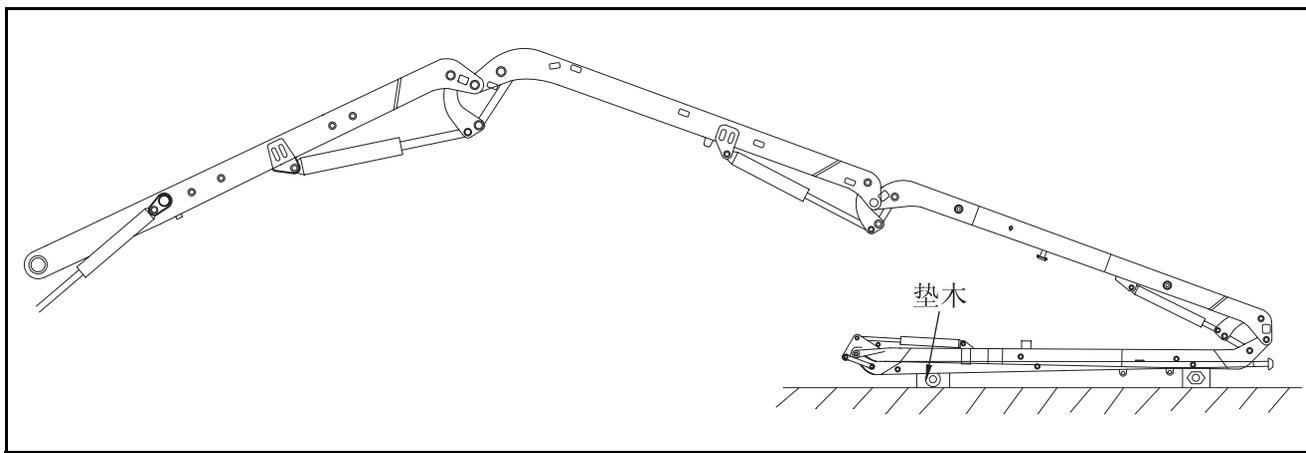

图 4-6(1) 四臂更换时臂架摆放
四臂更换方法很多，在更换三臂的同时可更换四臂。如只需更换四臂时，有最简单的办法。可利用臂架的伸缩将臂架(四)摆放到地面。如图 4-6(1) 四臂更换时臂架摆放。